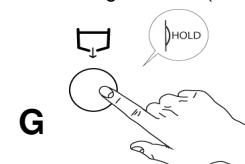

Abb. 42
- Wasser abfließen - gedrückt. (Abb. 42)